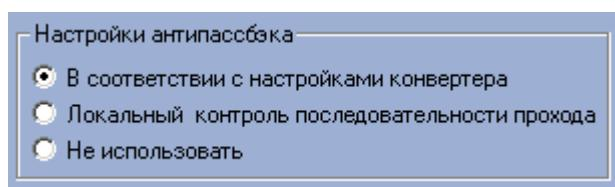

Рис. 3.3-13 Переключатель Настройки антипассбэка
12. Установить переключатель в поле **Настройки антипассбэка** в необходимое положение (Рис. 3.3-13). Описание положений приведено в Таб. 3.3-7.